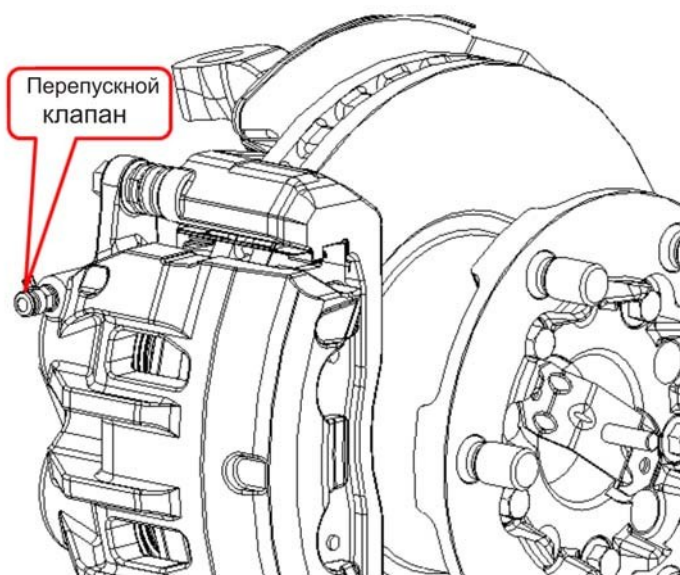

Рисунок 9. Расположение перепускного клапана
* Расположение перепускного клапана - в верхней части при установленной на стойке подвески тормозной скобе (Рис. 9)